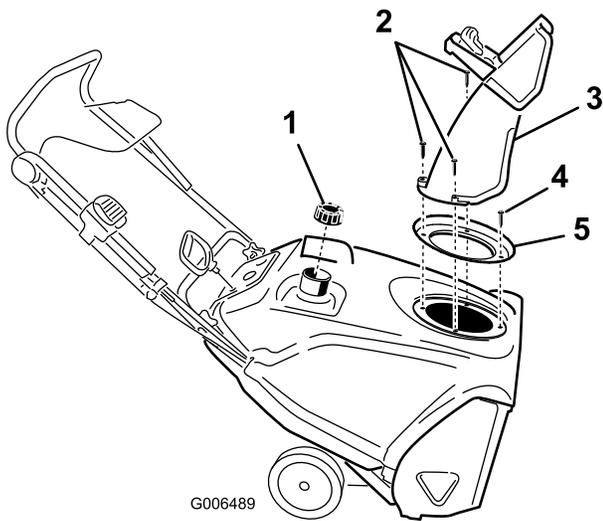

图 24
3. 卸下 3 个大螺丝和 1 个小螺丝卸下排放斜槽、排放斜槽把手及斜槽密封件图 24。